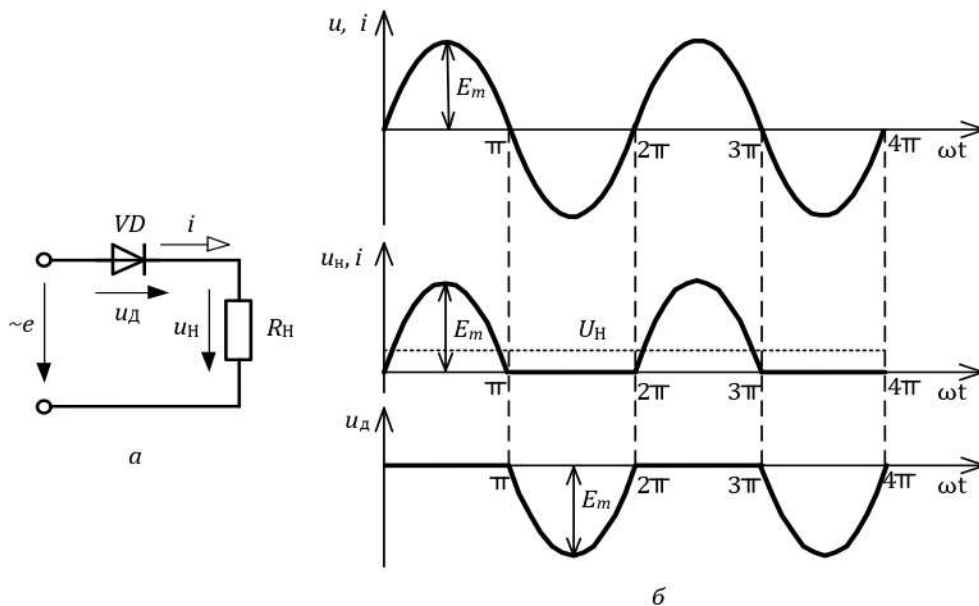

Рисунок 1 – Однопівперіодна схема випрямляча (а) та часові діаграми (б)
3.2 Запустити комп'ютерну програму для моделювання електронних схем Electronic Workbench 5.12. Обрати схему для дослідження однофазного однопівперіодного випрямляча – рисунок 1, а.